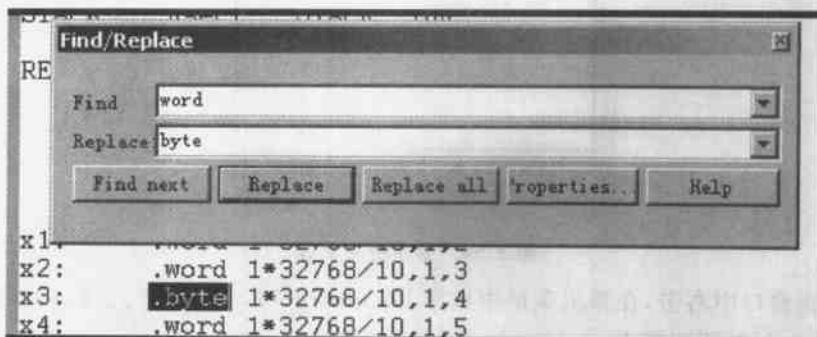

图 3.52 Find/Replace 对话框
(3) 也可以在 Edit 菜单中选择 Find/Replace 命令,则弹出如图 3.52 所示的对话框。分别在 Find 域中输入需要查找的字符串,在 Replace 域中输入代替查找的字符串,单击相应的 Find Next、Replace 或 Replace All 按钮即可。在这里是把字符串“word”替换成“byte”。